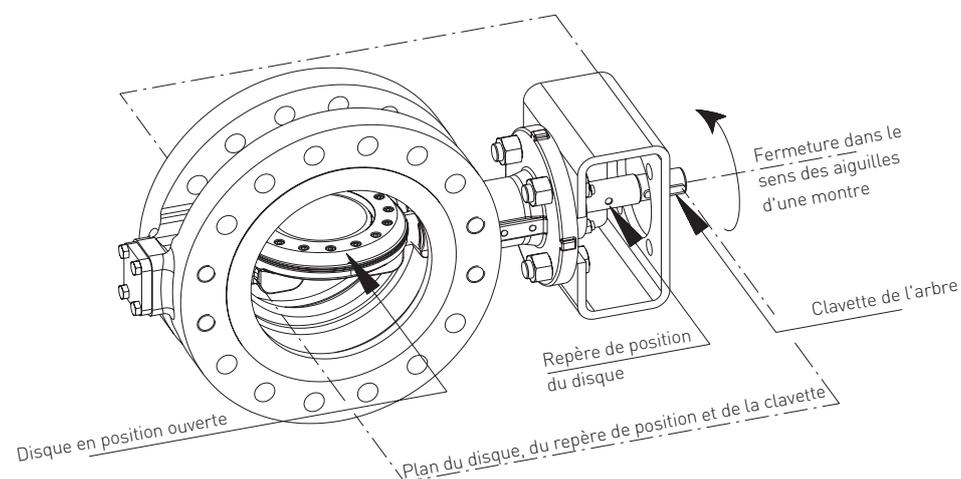
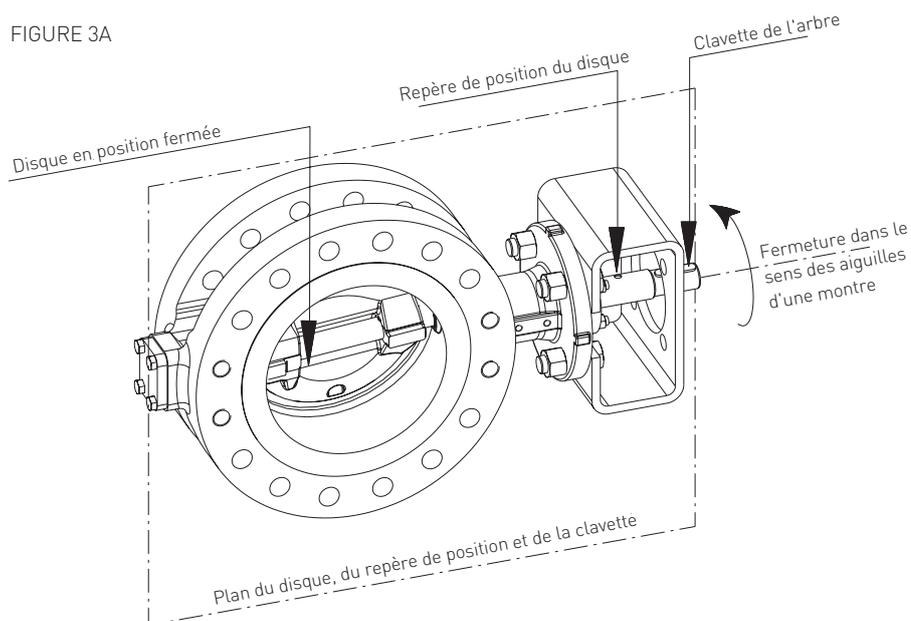

FIGURE 3A
FIGURE 3B
2. Vérifier le fonctionnement de la vanne en l'ouvrant et en la fermant entièrement. Afin de vérifier l'orientation de la vanne, vérifier que le repère d'indicateur de course du disque situé sur l'arbre (au cours d'un cycle d'ouverture et de fermeture normal) opère une rotation dans le sens horaire en partant d'une position alignée sur le tuyau (se reporter à la figure 3A) pour atteindre une position parallèle aux brides du tuyau (se reporter à la figure 3B).